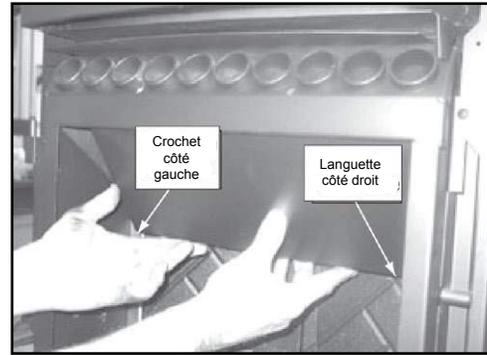

Figure 23.2
2. Le déflecteur supérieur est équipé d'un crochet en bas à gauche, qui repose sur la lèvre supérieure de la brique moulée. Une languette en bas à droite est accrochée au support latéral. Enlevez le déflecteur supérieur en commençant par tirer le déflecteur vers l'avant jusqu'à ce que le bord arrière s'abaisse. Puis repoussez le déflecteur jusqu'à ce que le bord avant se dégage de l'étagère sur laquelle il reposait. **Figure 23.2**